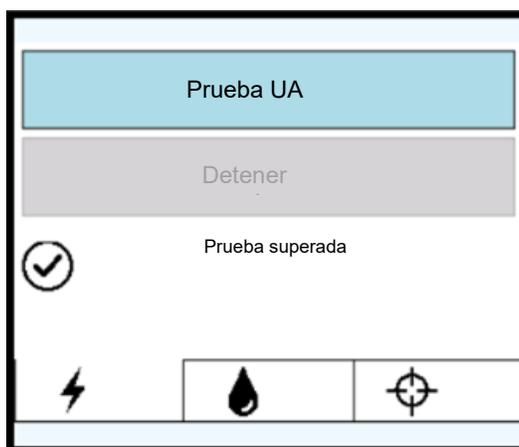
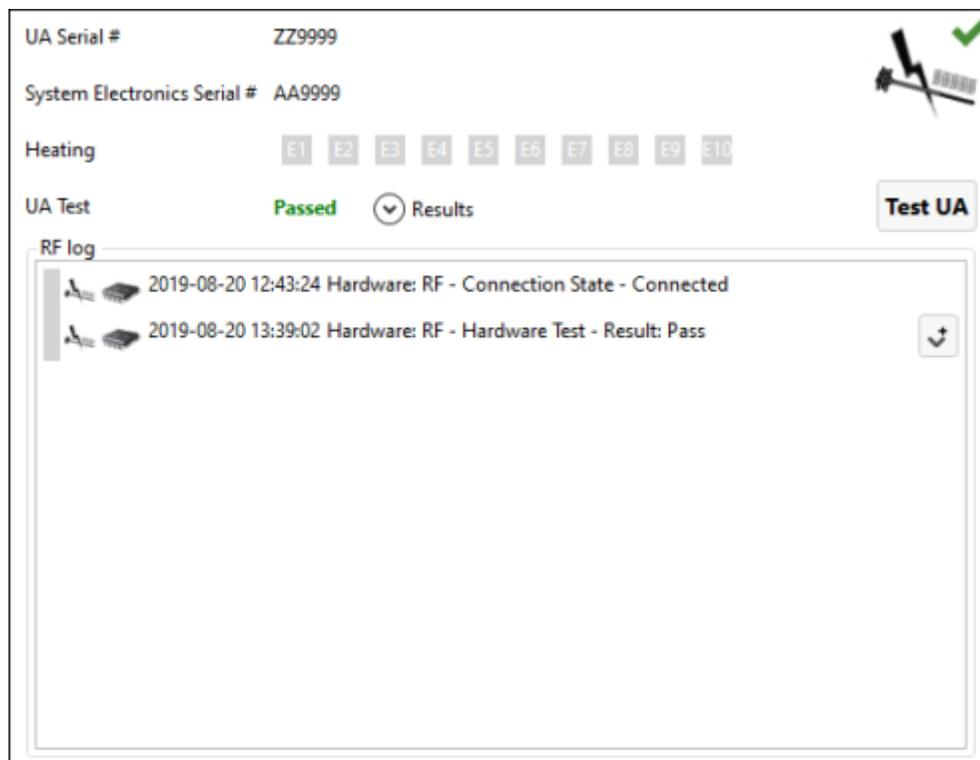

Figura 13: Pestaña RF en la pantalla del PSIB tras una prueba de conectividad RF satisfactoria
Figura 14: Cuadro de información de radiofrecuencia en el espacio de trabajo Configuración tras una prueba de conectividad de radiofrecuencia satisfactoria
- c. En la pestaña **RF** de la pantalla PSIB (*figura 13*), haga clic en **Probar UA**. El sistema enviará una breve ráfaga de potencia a cada uno de los diez elementos de la UA para garantizar la continuidad y funcionalidad de los diez canales. Esto también puede hacerse desde
el espacio de trabajo Configuración del TDC, en el cuadro de información de RF del cuadrante superior derecho (*figura 14*).
Cuando finalice la prueba de conectividad RF, la PSIB mostrará un breve mensaje (*Figura 13*). Puede ver los resultados detallados de la prueba de conectividad RF en el cuadro de información RF del software TDC (*figura 14*).